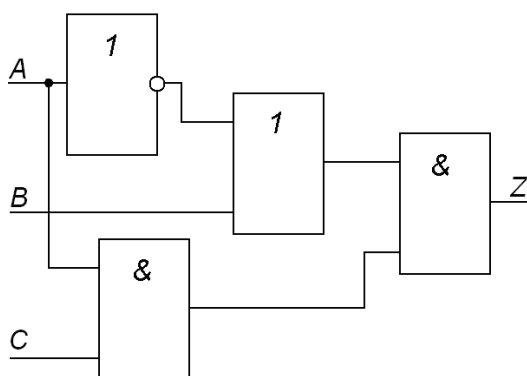

Рис. 10. Цифровая схема.
42. Составьте уравнение и таблицу истинности для схемы рис. 10.